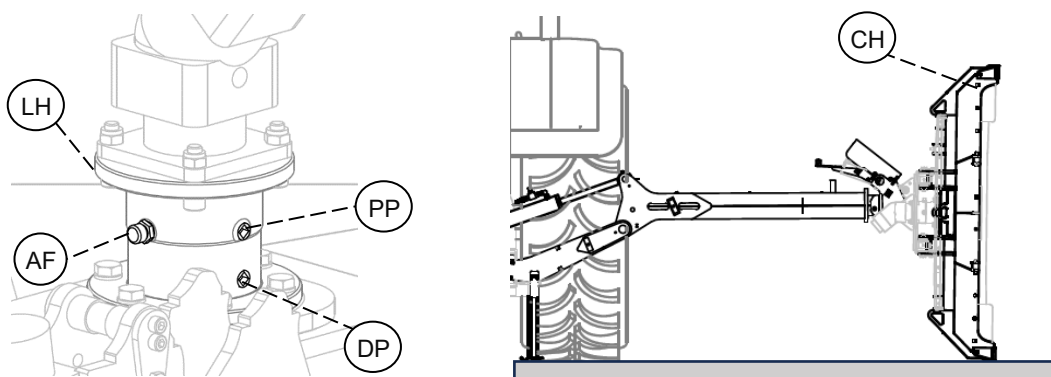

Bild.35
Oljenivån (N) kontrolleras genom att placera klipphuvudet plant underlag. Demontera andningsplugg (AF) och använd t.ex. ett buntband för att kontrollera nivå – se Bild.34 och Bild.35.
Vinkla upp klipphuvudet vertikalt (CH) så att den stöder mot marken, öppna pluggar (DP) och (PP) för att tömma olja – se Bild.35. Vinkla ner klipphuvudet horisontellt mot marken, skruva in pluggen (DP), öppna andningspluggen (AF). Använd en sugspruta för att trycka in oljan igenom nivåpluggen (PP) G3/8, tills oljan trycks ut genom öppningen för (AF) pluggen. Återmontera pluggar (AF) och (PP) – se Bild.35.